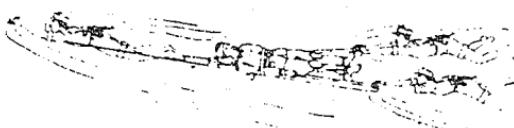

图 4
2. 用就便漂浮物押带的方法：除利用门板、竹筏等外，还可用三根圆木捆扎成三角架，将俘虏仰卧绑在木架上，木架尖部朝前，由一人前拉，两人在后推进（图4）。